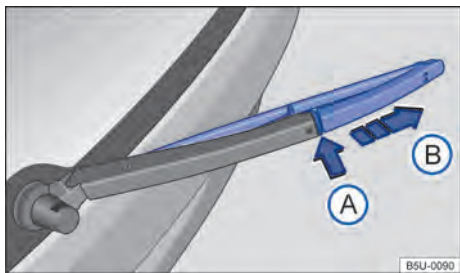

Fig. 155 Sustituir la escobilla limpiaparabrisas de la luneta trasera.
– Mantenga pulsada la tecla de desbloqueo → fig. 155 ①.
– Retirar la escobilla limpialuneta en el sentido de la flecha ②.